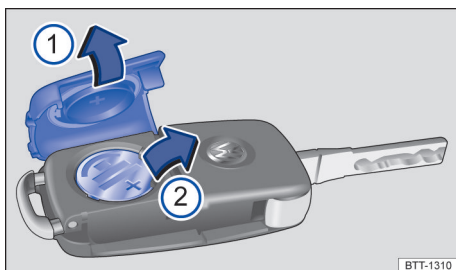

Fig. 41 Llave del vehículo con comando remoto: ① Abrir la tapa del alojamiento de la batería. ② Desmontar la batería.
Leyenda para → fig. 41:
- Retirar la cubierta en el lado posterior de la llave → fig. 41 ① en el sentido de la flecha → ①.
- Colocar la nueva batería según lo indicado ② y presionar en sentido contrario al de la flecha hacia dentro del alojamiento de la batería → ①.
- Coloque la cubierta como se indica ① y presiónela en el sentido contrario al de la flecha sobre la carcasa de la llave del vehículo hasta encajarla.